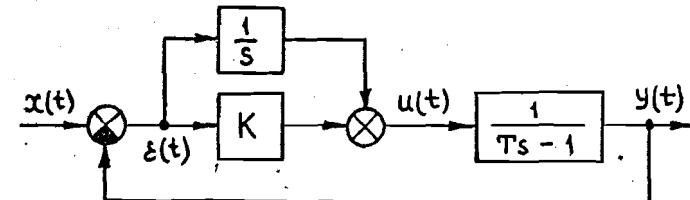

Рис.29
25. С целью сохранения астатизма и обеспечения устойчивости замкнутой системы модифицируйте структуру регулятора (рис.29), реализовав пропорционально-интегральный закон регулирования